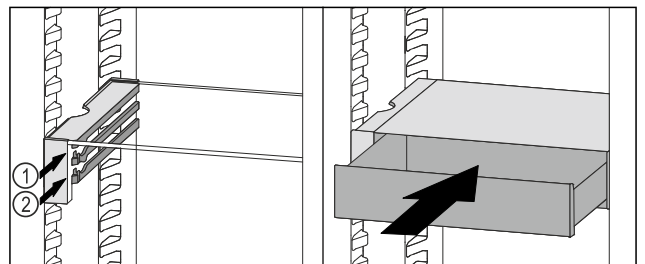

Fig. 109
- Поставете чекмеджето на VarioSafe зад ограничителите върху желаното ребро Fig. 109 (1) или Fig. 109 (2).